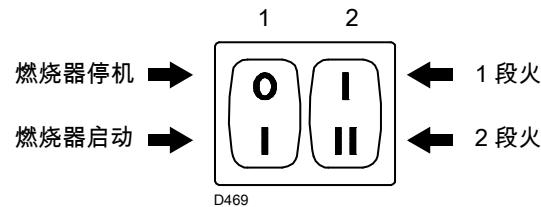

图 28
- 开关 1) (图 28) 至“燃烧器启动 (ON)”位置；
- 开关 2) (图 28) 至“1 段火运行”位置。
现在将开关 2) (图 28) 移动至 2 段火出力位置：伺服马达会开启风门挡板，同时将燃气蝶阀开启至 90°。
将开关 2 ) 图 28 页 25 移动至“1 段火出力”位置：伺服马达 1) 会关闭风门挡板，同时将燃气蝶阀角度闭合至 15° ( 即工厂设定角度 )。
- 如果需要增大供气量，转为 2 段火运行，可以按开关 2 ) 图 28 页 25 并逐渐平稳地增大橘色杠杆的角度 ( 例如从 40° 逐渐增大至 42°、44°..... )。